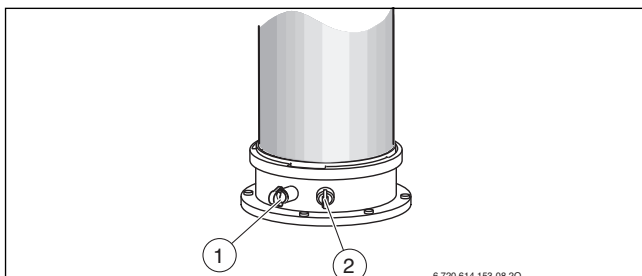

Fig. 41
- ▶ Rimuovere il tappo sul manicotto di misurazione dell'aria comburente [2] (→ fig. 41).
- ▶ Rimuovere il tappo dal manicotto di misurazione dei gas combusto [1] (→ fig. 41).